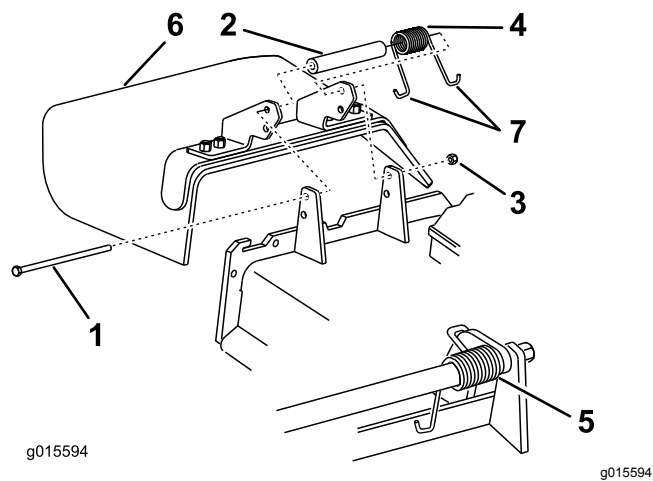

図 86
1. デフレクタをピボットブラケットに固定しているロックナット、ボルト、スプリング、スペーサを外す (図 86)。
**注** 必ず、スプリングの J フック端の 1 つをデッキエッジの後ろに引っ掛け、それからボルトを 図 86 のように取り付けてください。
- J 形端部のひとつをデフレクタに引っ掛ける 図 86。